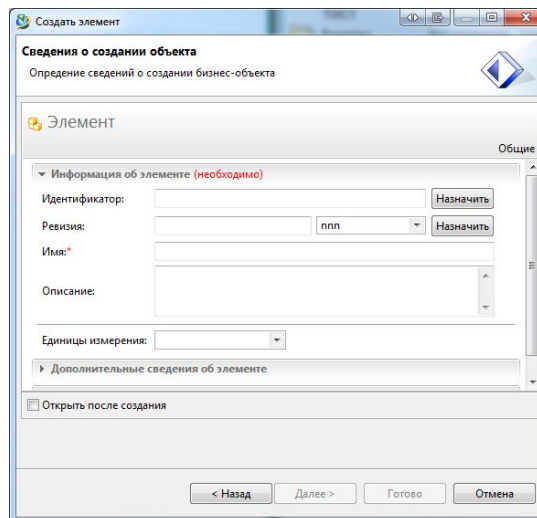

Рис. 13
4. В поле Идентификатор и Имя изделия ввести обозначение изделия, назначить ревизию. (Рис.13)